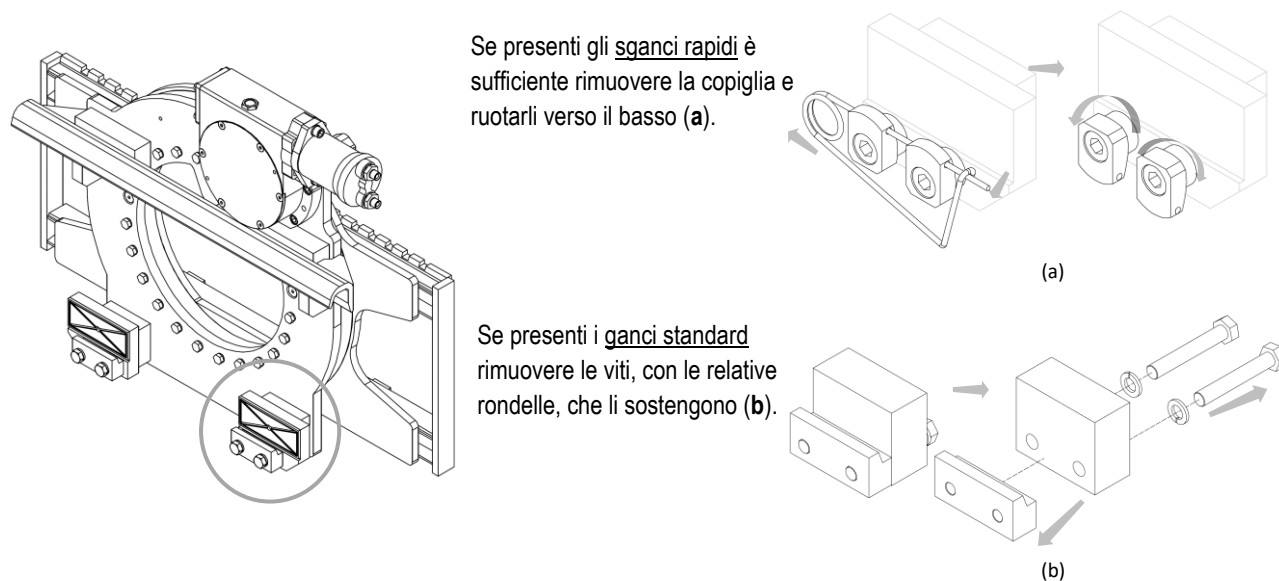

Figura 9
5. Rimuovere i ganci inferiori dall'attrezzatura e ingrassare i lardoni di scorrimento (vedi *Figura 9*).